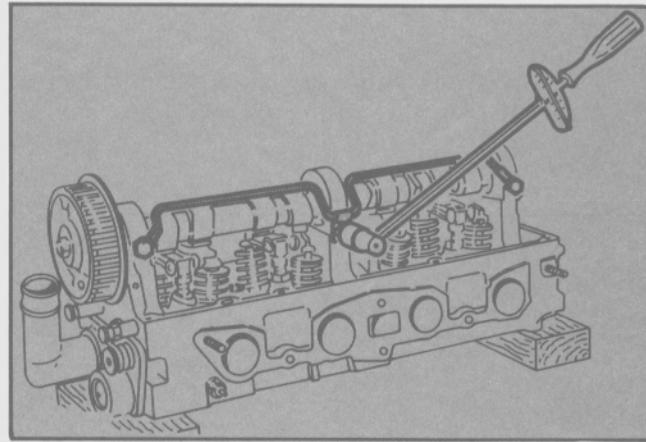

Fig. 91 - Instalación del tubo de lubricación
- Instalar el tubo de lubricación (Fig. 91).